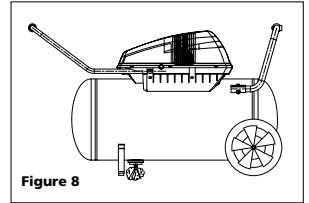

Figure 8
- Assembler le tube au réservoir tel qu'indiqué sous la figure 8. Fixer le tube avec des boulons de serrage de 7,94 mm. Resserrer bien avec les écrous de serrage de 7,94 mm.
2. Placer l'appareil en position horizontale tel qu'indiqué sous la Figure 8. Avec le compresseur hors circuit et la pression dissipée, purger